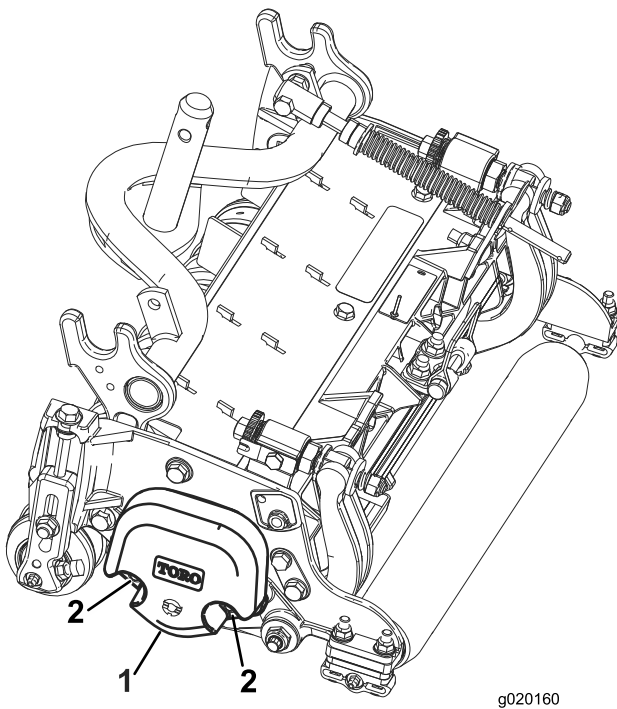

Figura 6
1. Nas unidades de corte nº 2, nº e nº 4, remova as 2 porcas de bloqueio que prendem o contrapeso à extremidade esquerda da unidade de corte. Remova o contrapeso (Figura 6).